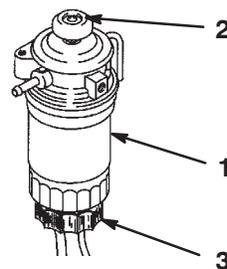

Bild 35
2. Drücken Sie die Kaltstarthilfe oben am Kraftstofffilter, bis Sie einen Widerstand fühlen (Bild 35).